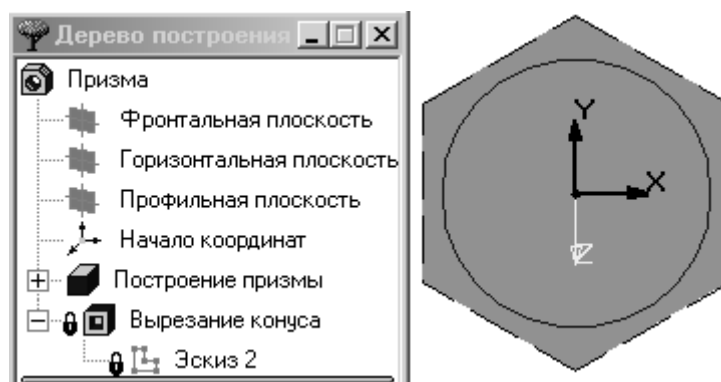

Рис. 21
3. Выделить щелчком окружность, рис. 21, а затем удалить её, нажав клавишу Delete на клавиатуре.